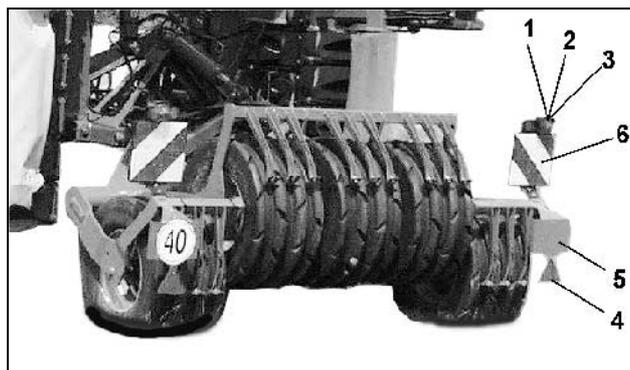

Fig. 19
- dos luces traseras (Fig. 19/1)
- dos luces de freno (Fig. 19/2)
- dos indicadores de dirección intermitentes (Fig. 19/3, por si fuera imposible distinguir los intermitentes del tractor)
- dos reflectores rojos (Fig. 19/4, redondos, rectangulares o triangulares)
- un soporte para la placa de matrícula, con iluminación (Fig. 19/5, por si fuera imposible distinguir la placa de matrícula del tractor)
- dos placas de advertencia dirigidas hacia atrás (Fig. 19/6)